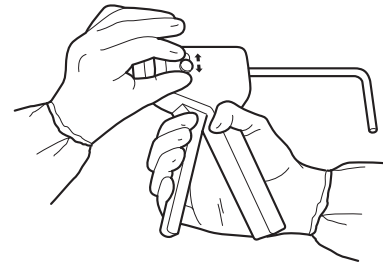

Figura 2
2. Empurre o seletor de velocidade para trás e, em seguida, para cima ou para baixo para selecionar a velocidade desejada (Figura 2). Consulte *Definições para Administração de Cimento*.